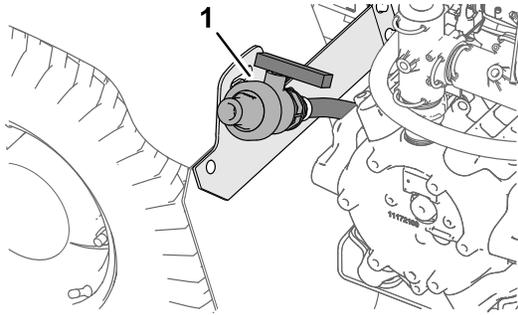

Figura 37
2. Localice la válvula de vaciado del depósito, situada en el guardabarros trasero izquierdo de la máquina (Figura 37).